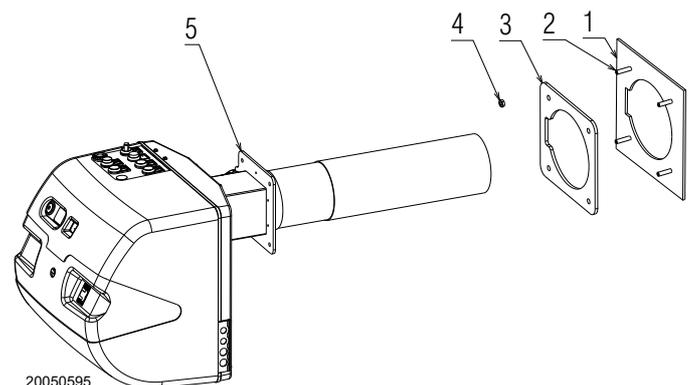

Abb. 24
- Schrauben Sie die Stiftschrauben 2)(Abb. 24) in die Platte 1)(Abb. 24) ein.
- Ordnen Sie die feuerfeste Flanschdichtung 3)(Abb. 24) an.
- Befestigen Sie den Flansch 5)(Abb. 24) an der Kesselplatte und ziehen Sie die Muttern 4) (Abb. 24) an. Achten Sie dabei darauf, die Elektrodengruppe nicht zu beschädigen.